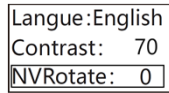
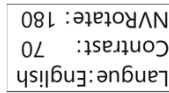

Рис. 9.1
Рис. 9.2
3) В пункте «**NVRotate:...**» выберите удобное направление отображения текста «**0**» (рис. 9.1) или зеркальное «**180**» (рис. 9.2).